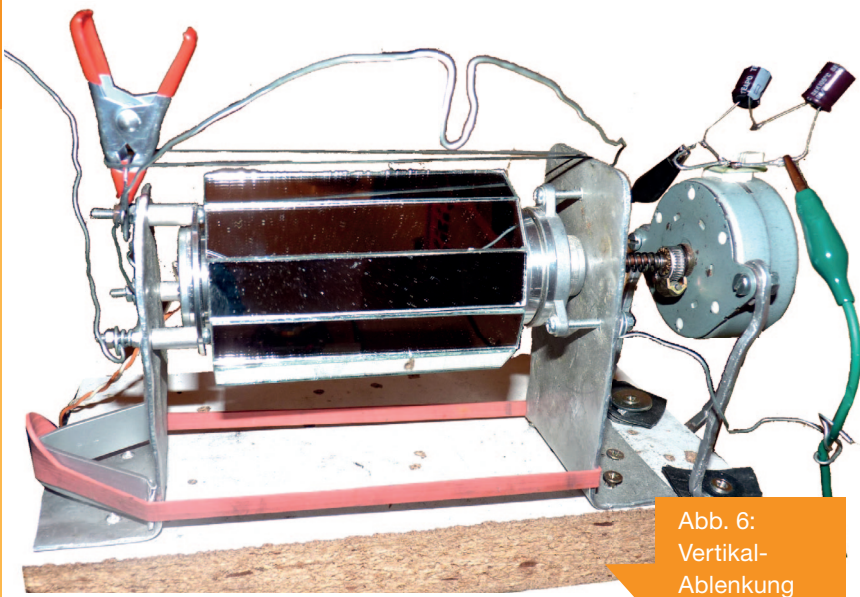

Abb. 6:
- Trommel mit 12 Spiegeln (Eigenbau, Abb. 6)